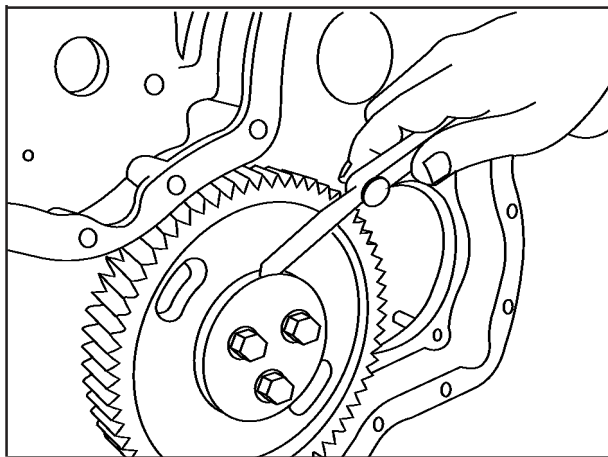

FIG 17
11. Verifique a folga axial da engrenagem intermediária com a lâmina calibradora, veja Especificações Técnicas , **Fig. 17.**